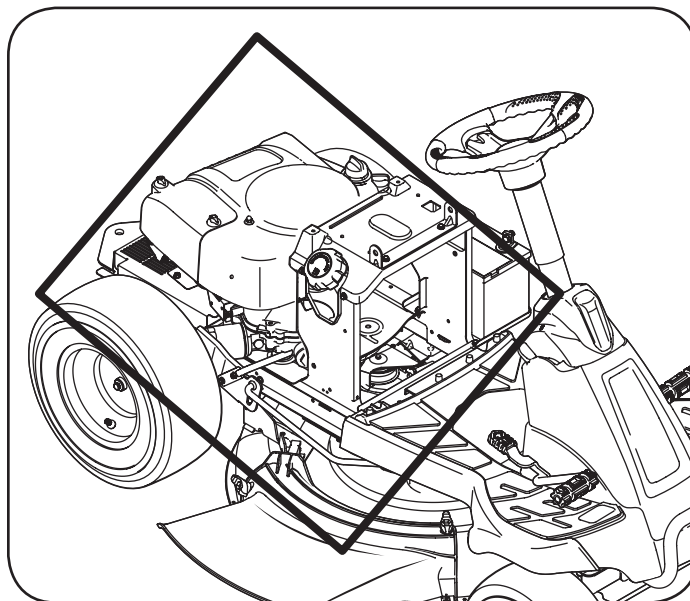

Figura 25
- Clean bajo el capó. Colector de escape, alrededor de fusibles, todo el cableado y arneses, tubo silenciador, escudo de silenciador, pantallas de admisión del motor y las aletas de refrigeración, etc. Vea la Figura 25.